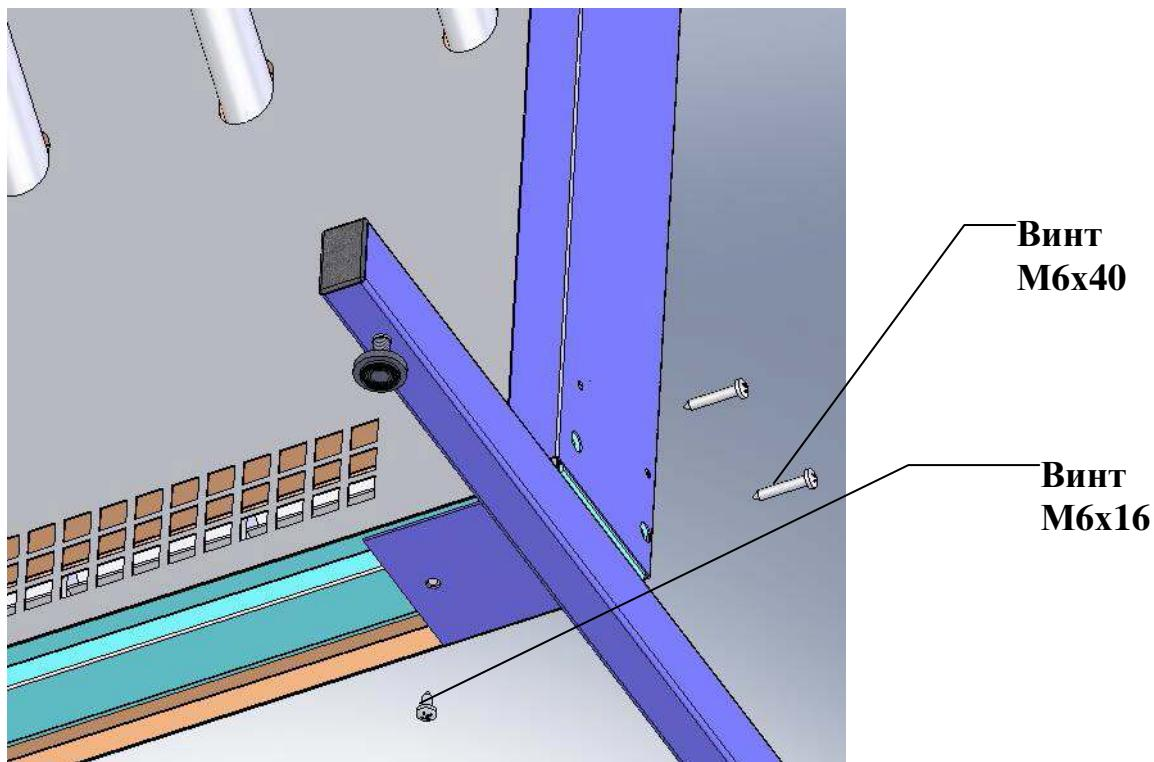

Рис. 6 Схема крепления опор подставки
- 6.1. В случае комплектации сушильной панели подставкой, прикрепить опоры подставки к корпусу с помощью винтов M6x40 и M6x16 (см.рис.6).